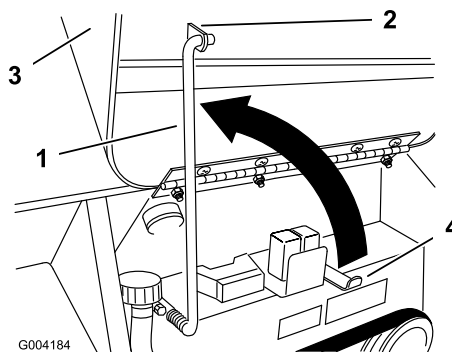

Figura 23
4. Suba la varilla de soporte y engánchela en el soporte del capó (Figura 23).